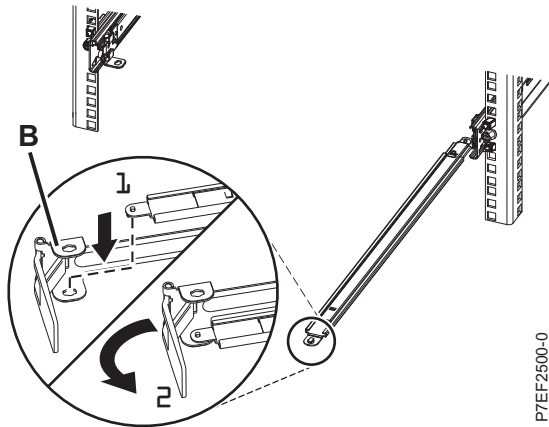

Figura 11. Fixando o Suporte de Parada da Organização de Cabos no Braço do Suporte
3. Localize o orifício no canto da parte interna da L de organização de cabos do suporte de parada do (B). Posicione a extremidade não conectada do braço do suporte de forma que a presilha de travamento no lado inferior de sua ponta seja alinhada com o orifício do suporte. Insira a guia no orifício (1) e gire o suporte (2) para prendê-lo ao braço de suporte. Para obter detalhes, consulte Figura 11 na página 9.